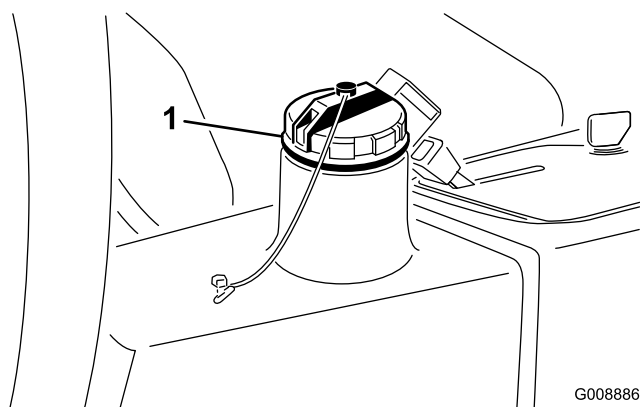

図 30
2. 油圧オイルタンクの注油口周辺をきれいに拭き、キャップ図 30を外す。キャップを外す。